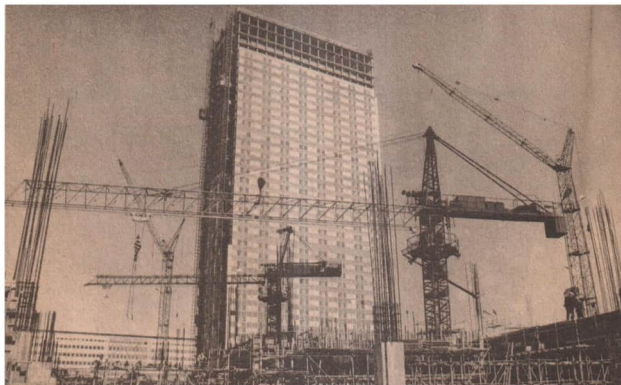

Bild 18/1 Moderne Baustelle
- Berichte darüber, welche technischen Einrichtungen und Bauweisen heute ein schnelles und modernes Bauen ermöglichen! Betrachte dazu das Bild 18/1!